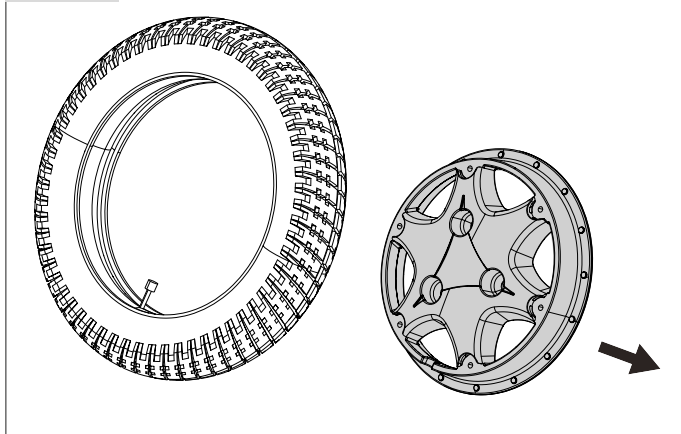

Fig. 8.8
- Mata försiktigt ut slangen från däckets (Fig. 8.8).